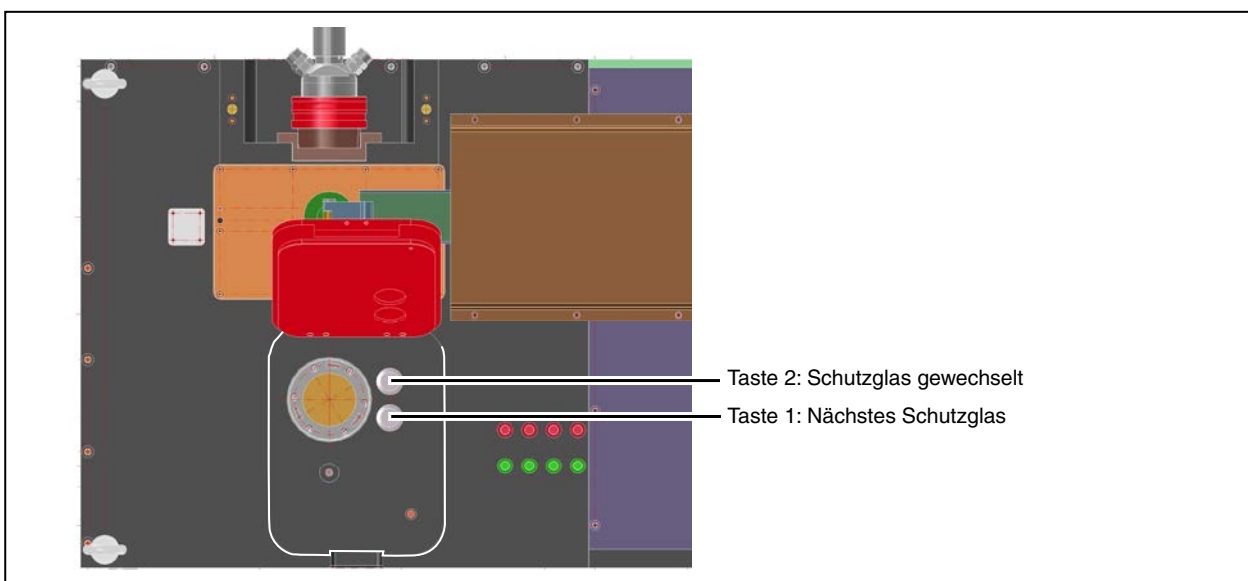

Abb.12.3: Funktionstasten des Schutzglaswechslers
2. Drücken Sie bei Bedarf die Taste 1 „Nächstes Schutzglas“ (siehe Abb.12.3), bis das gewünschte Schutzglas positioniert ist (die entsprechende LED blinkt schnell).